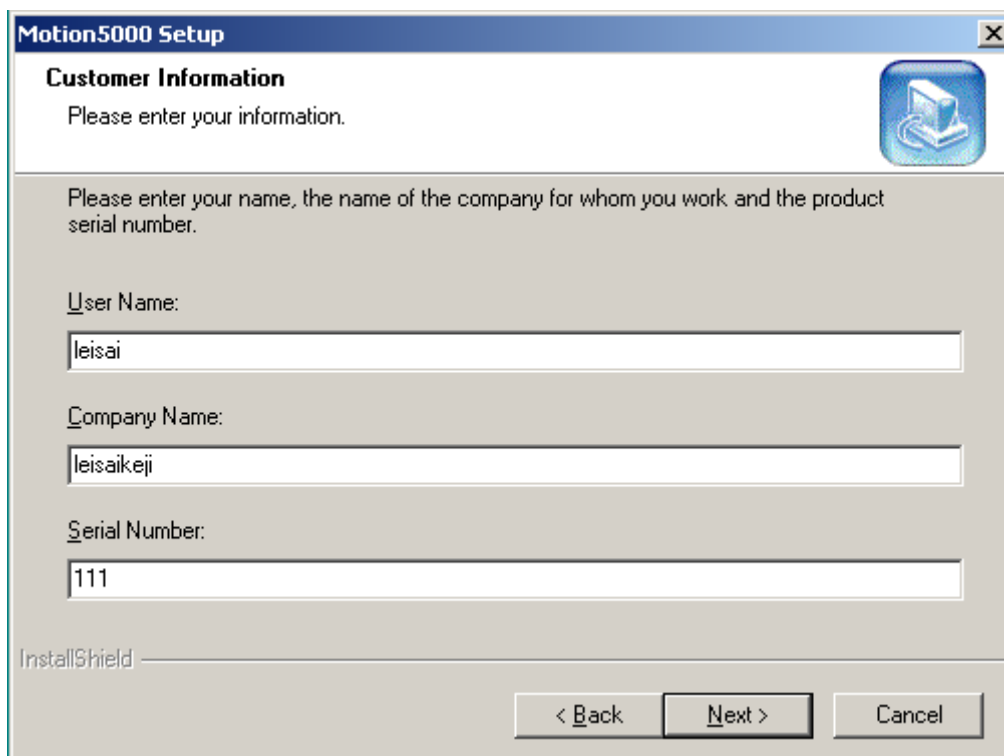

图 6-3 填写相关信息
3. 在弹出的 Motion5000 Setup “Information” 对话框上单击 Next 按钮，然后在下面的对话框中，填写 User Name、Company Name、Serial Name 后单击 Next 按钮，如图 6-3 所示；